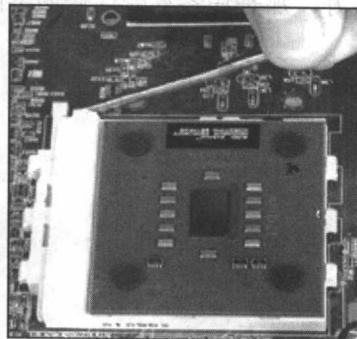

图 1-2 安装 CPU
③ 拿起 CPU，找到 CPU 针脚的一处缺口，在安装时把 CPU 针脚缺口对准主板 CPU 插槽的缺口，略带阻力感地将 CPU 插入 CPU 插槽，然后放下手柄，以固定 CPU，如图 1-2 所示。整个过程应该相当轻松，如果遇到很大的阻力，应该立即停止，因为这很可能是 CPU 插入方向错误所引起的。一味地使用蛮力肯定不能解决问题，反而会损坏 CPU。